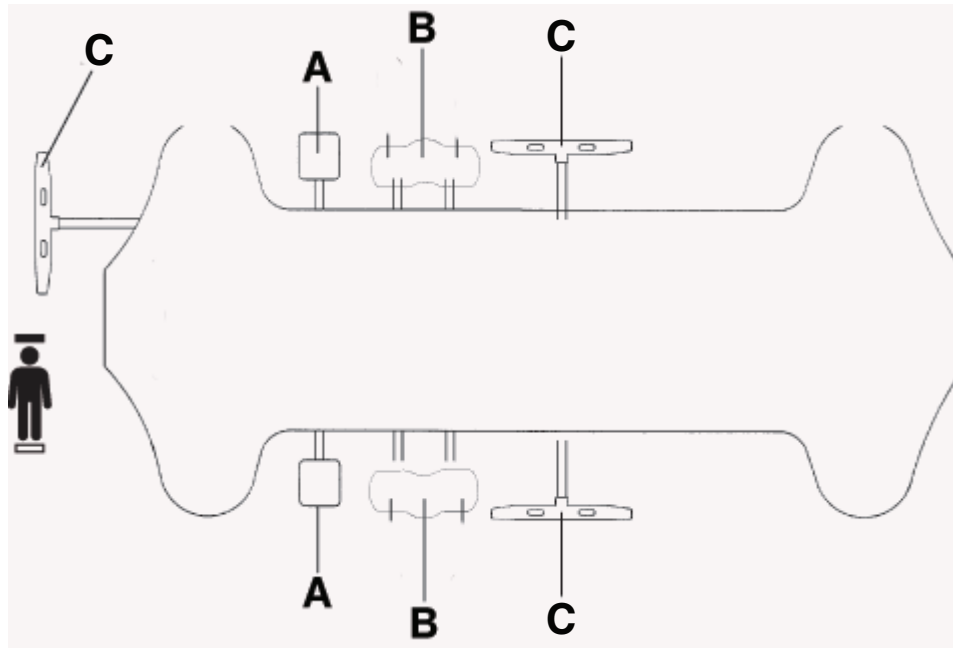

Abbildung 3 – Anheben und Absenken der Liegefläche
Zum Anheben der Liegefläche das Pumppedal (A) nach unten drücken, bis die gewünschte Höhe erreicht ist (Abbildung 3).
Um das Kopfende des Produkts abzusenken, das die Seite des Universal-Absenkpeds (B), das sich am nächsten zum Kopfende des Produkts befindet, herunterdrücken (Abbildung 3).
Um das Fußende des Produkts abzusenken, die Seite des Universal-Absenkpeds (B), das sich am nächsten zum Fußende des Produkts befindet, herunterdrücken (Abbildung 3).